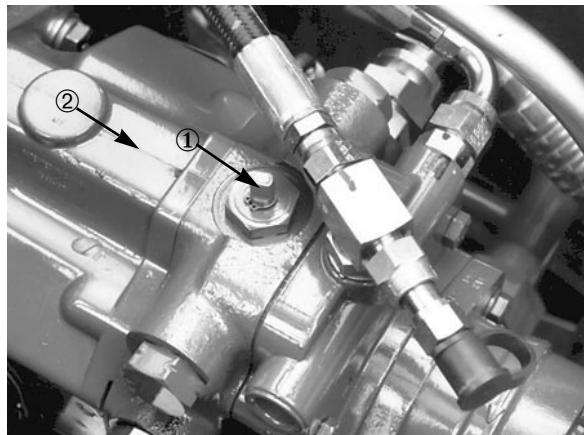

Bild 18
4. Das Bypaßventil um 90 Grad drehen (Bild 18). Öffnen des Ventils öffnet einen internen Laufweg in der Antriebspumpe, durch den hydraulisches Öl umgeleitet wird. Weil das Öl umgeleitet wird, läßt sich die Zugmaschine ohne Beschädigung des hydraulischen Systems bewegen.